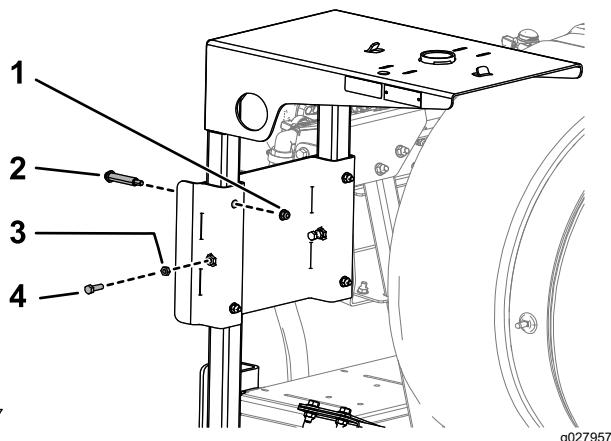

Figura 14
6. Introduzca el bastidor de la bandeja del carrete en las ranuras del soporte de la bandeja del carrete, y sujetela con 4 pernos de cuello largo, 4 tuercas con arandela prensada (5/16"-18), 2 pernos (5/16"-18 x 1"), y 2 contratuerzas (5/16"-18), como se muestra en la Figura 14.